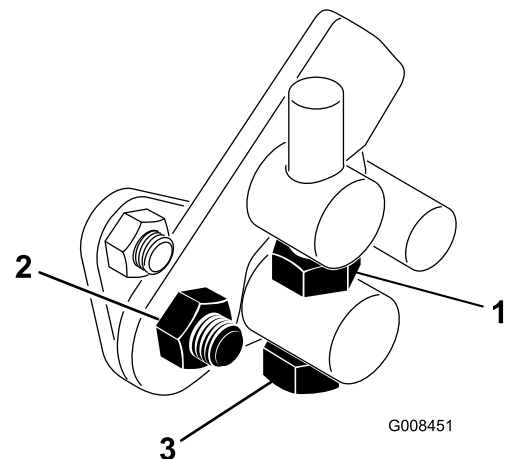

Bild 41
4. Ziehen Sie die Klemmmutter an der Drehzapfenkopfschraube und die Mutter am Pedalgelenk fest, um die Einstellung zu arretieren (Bild 41). Prüfen Sie die Einstellung und nehmen Sie ggf. eine weitere Einstellung vor.